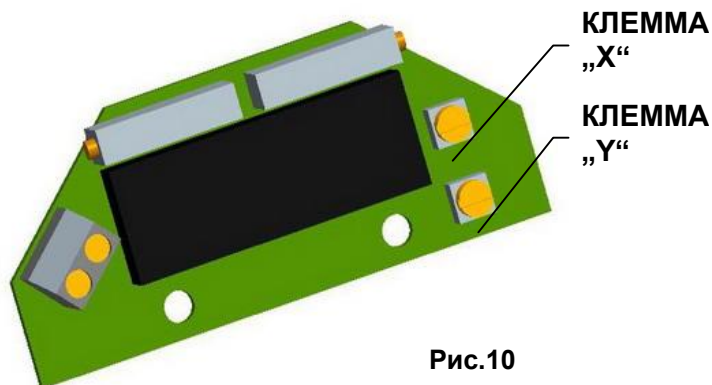

Рис.10
4.6.1 EPV - 2-проводниковое включение (рис.10)